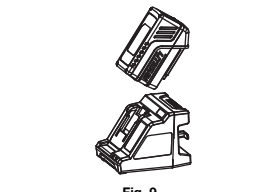

Fig. 9
- Inserte la batería en el cargador (Fig. 9).